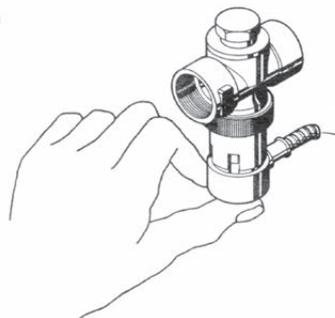

Fig. 93 Sécurité d'écoulement thermique, pression du capuchon rouge contre la soupape
- ▶ Pressez le capuchon rouge contre la soupape (Fig. 93) > l'eau doit s'écouler dans l'entonnoir.